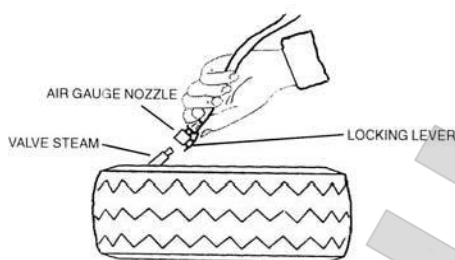

Рис. 9
- 2) Чтобы накачать шину, надежно подсоедините сопло пневмошланга (рис. 9) к ниппелю, причем защелка должна находиться в верхнем положении.